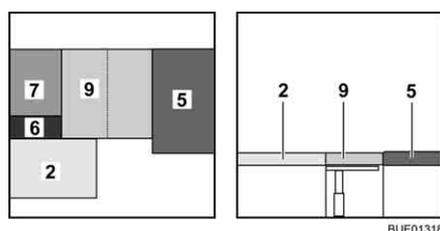

Fig. 138 Después de la transformación
- Desplegar el cojín adicional (Fig. 138,9) y colocarlo en la mesa.